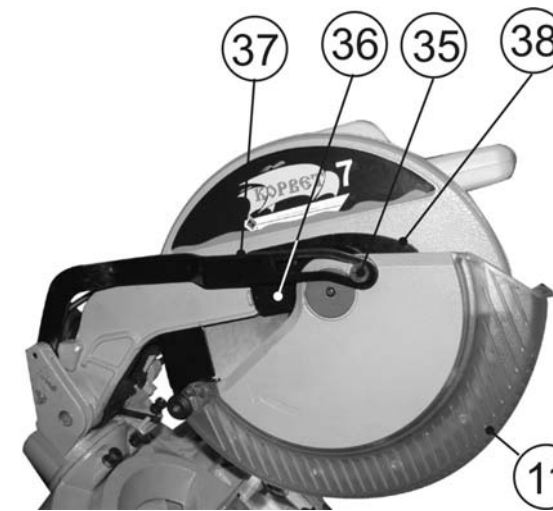

Рис. 11
14.1.2. Выкрутите два установочных винта (36) на пластине (38) и снимите защитный кожух (11), Рис.11.